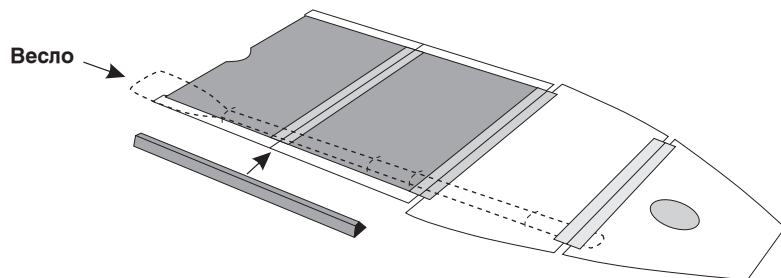

Рис. 3
- Положите весло на землю под днище лодки для того чтобы поднять доски днища над плоской поверхностью. Отсоедините боковые замки. Повторите процедуру на противоположной стороне лодки (Рис. 3).